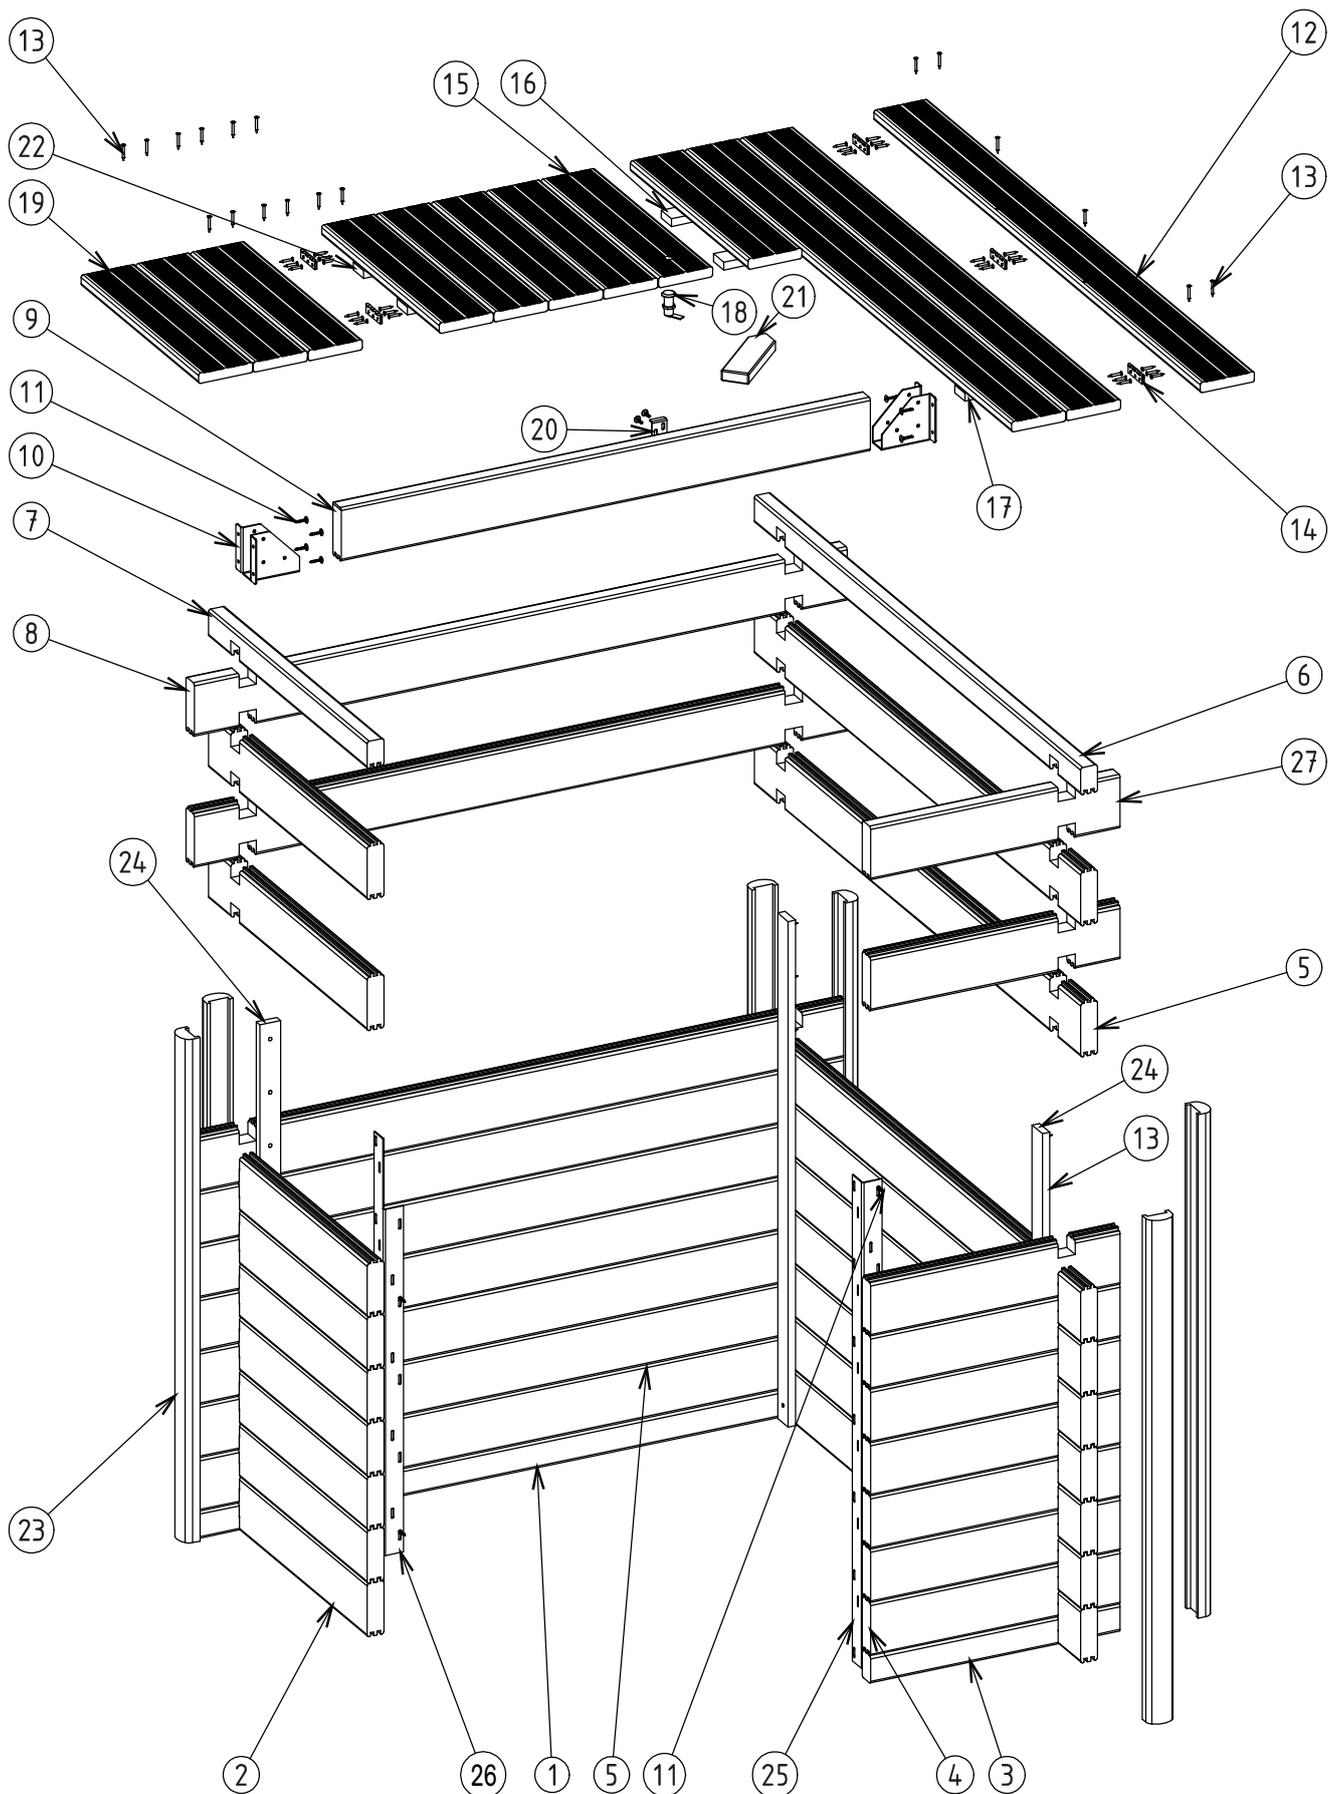
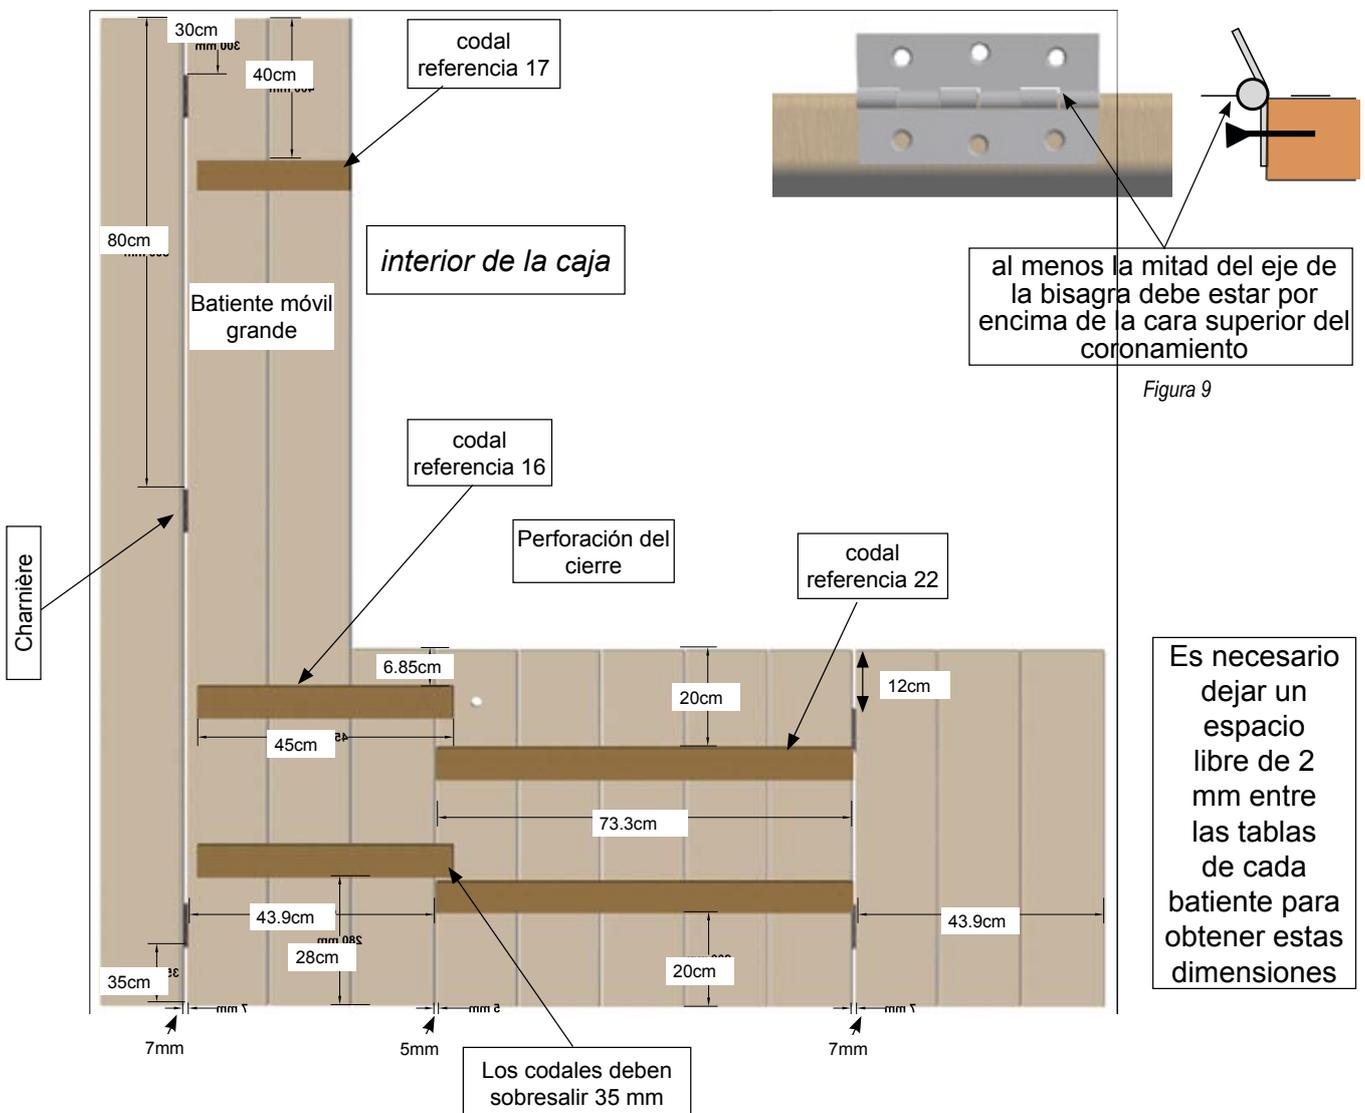

Figura 2
Figura 10 - Esquema de montaje de las rejillas
1.4.5	Montaje de los perfiles de acabado de los extremos de la pared (referencia 23 en la figura 2)8
Conecte cada escuadra de sujeción al interior y al ras con cada uno de los dos extremos libres (consulte la figura 2) con los tornillos para bisagra 6 x 30 (18 tornillos por escuadra).
Fije los codales de bloqueo en cada una de las 3 esquinas verticales interiores de la caja (referencia 24 en la figura 2). Usar 30 tornillos para madera 5 x 40.
Atornille cada una de las 2 zapatas de fijación (referencia 10 en la figura 2) de la viga de soporte (referencia 9 en la figura 2) en los siguientes lugares, utilizando 4 tornillos 6 x 30 por zapata:
1.4.5 Montaje de los perfiles de acabado de los extremos de la pared (referencia 23 en la figura 2)
Para evitar este inconveniente, es conveniente sustituir esta pieza por la que se entrega con la caja (n.º 21 en la figura 2), que tiene un extremo puntiagudo.
1. Con 3 tornillos para bisagra 4 x 35 por bisagra, atornille 3 bisagras en el borde de un coronamiento de rejilla de 1,75 m de longitud (referencia 12 en la figura 2) a las dimensiones que se muestran en la figura 10 (perfore los orificios, si es necesario, con un taladro para madera de 2 mm) y siga las instrucciones de la figura 9. Este coronamiento se fijará en la parte superior de la pared al final de la caja (consulte la figura 4).
2. Con 3 tornillos para bisagra 4 x 35 por bisagra, atornille 2 bisagras en el borde de un coronamiento de rejilla de 63 cm de largo (referencia 19 en la figura 2) a las dimensiones que se muestran en la figura 10.
3. Cree el pequeño batiente móvil con 5 bordes de 63 cm de largo, incluido el coronamiento que comprende un orificio destinado al montaje del cierre (referencia 15 figura 2): para fijar los dos codales de 73 cm de largo (referencia 22 en la figura 2) debajo de los coronamientos, respetando las dimensiones y el espacio libre de 2 mm entre los coronamientos, tal como se indica en la figura 10.
- a. fije los dos codales de 45 cm de largo (referencia 16 en la figura 2) debajo de los 3 coronamientos haciendo que los codales sobresalgan 3,5 cm en el lado del coronamiento de 63 cm respetando las dimensiones y el espacio de 2 mm entre los coronamientos, según se indica en la figura 10;
4. Coloque el batiente pequeño en la caja respetando los espacios mencionados en la figura 10.